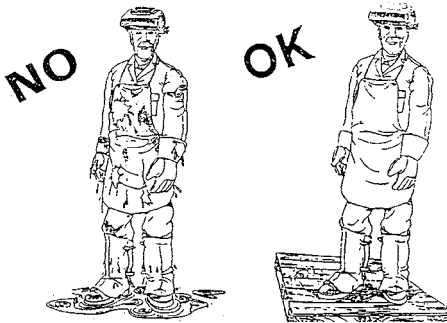

рис.7
- Увеличить персональную защиту, усилить заземление свариваемых материалов. (Рис.7)